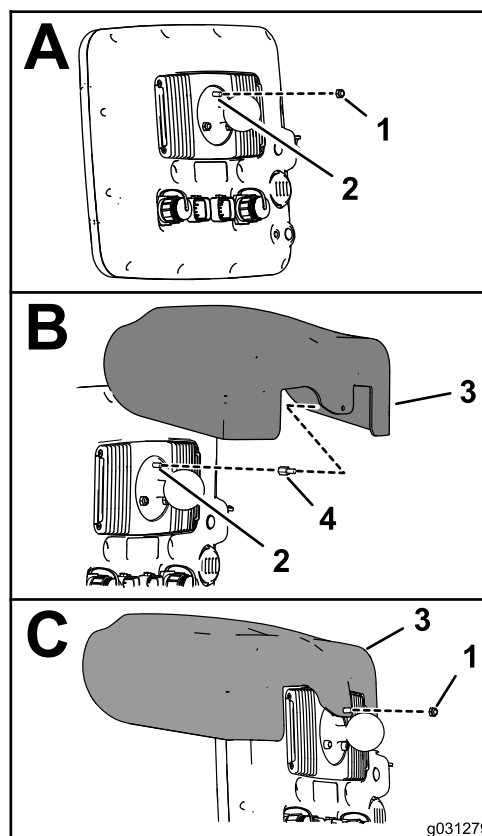

図 155
1. スプレーヤ用モニタの裏側で、2つのコネクタ26ピンを下側に向けた時に上側になる 5mm のロックナットボールピボットフィッティング用のスタッドについているを外す 図 155。
3. ボールピボットのフィッティングにスタンドオフを取り付け 図 155、スタンドオフを 250N·cm0.25kg.m = 22in-lb にトルク締めする。
- ねじ山付きスタンドオフのスタッド部分に、フードの穴を合わせる 図 155。